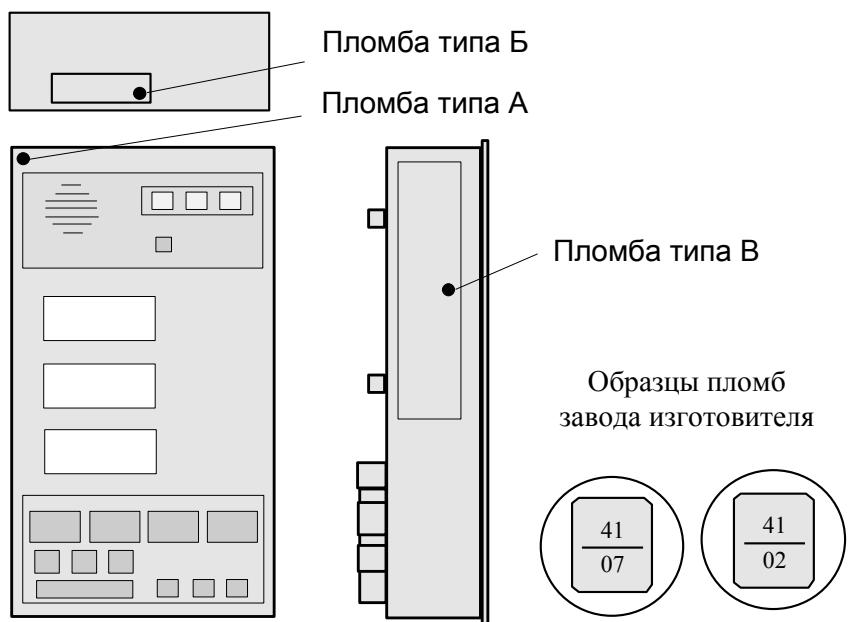

Рисунок 4 - Расположение пломб на БОДе
1.4.4 Управление работой ограничителя [ввод режимов работы крана, индикация режимов работы и (или) рабочих параметров крана] осуществляется с лицевой панели БОДа (см. рисунок 4).